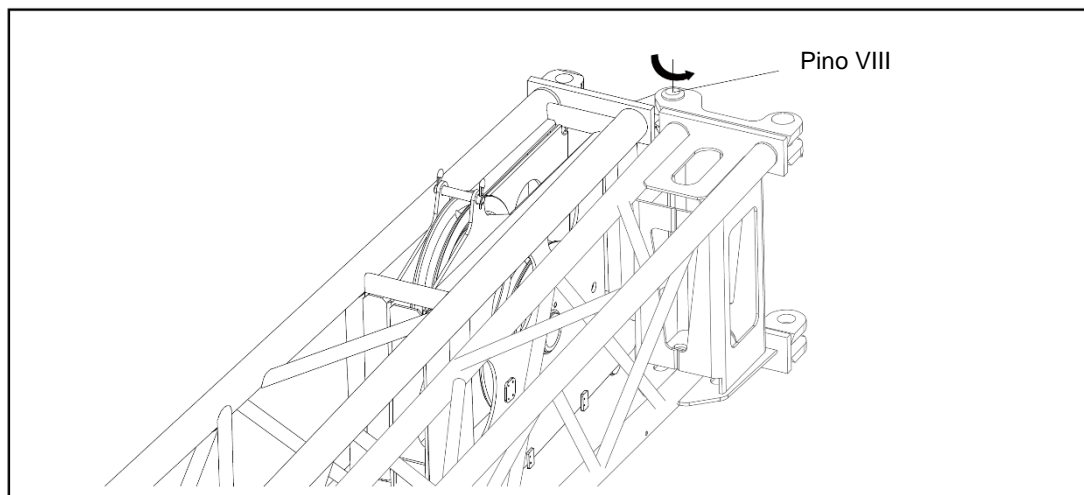

Figura 5-12 Rotação de seção de braço 2
- k) A seção do braço w gira do pino VII até a seção de braço 1 logo à frente. Consulte a figura 5-12.